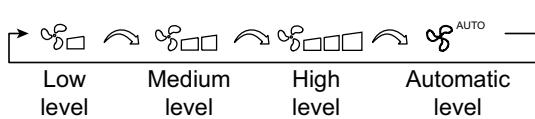

Fig. 25: Impostazione della velocità del ventilatore
- Ogni volta che si preme il tasto FAN, si modifica il livello di velocità del ventilatore nella sequenza mostrata nella Fig. 25.